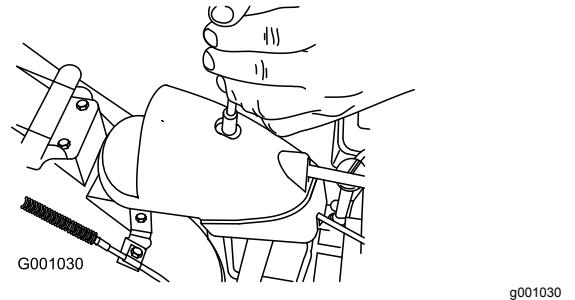

Figure 39
1. Retirez la fixation du couvercle du secteur denté (Figure 39), soulevez l'avant du couvercle et faites-le coulisser en arrière de façon à l'écartez.